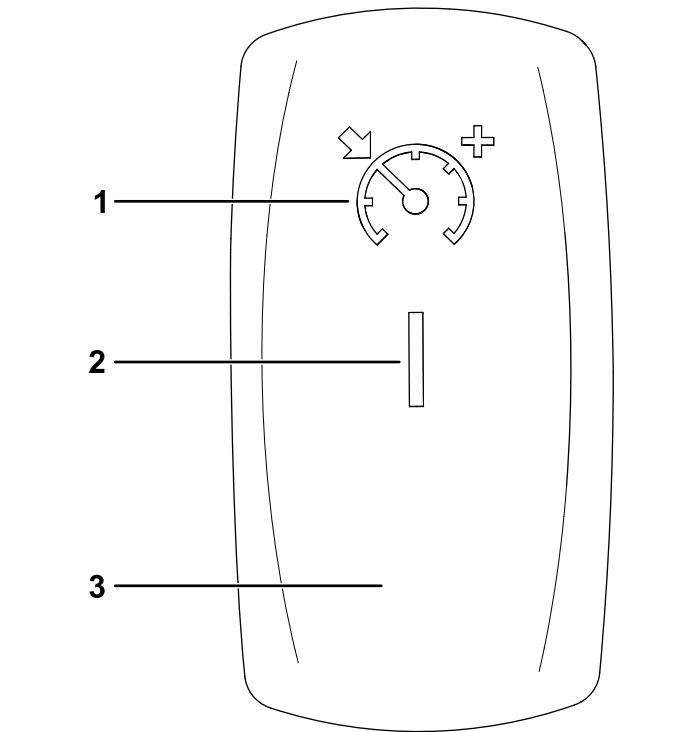

Figura 15
1. Mueva el interruptor de control de cruceo a la posición de ACTIVADO (Figura 15).
2. Al llegar a la velocidad de avance deseada, pulse el interruptor del control de cruceo hacia arriba para accionar/ajustar el control de cruceo (Figura 15).
Para aumentar la velocidad de cruceo, pulse el interruptor hacia arriba hasta que llegue a la velocidad deseada (Figura 15).
Para desengranar el control de cruceo, pulse el interruptor hacia abajo, a la posición DESCONECTADO (Figura 15).